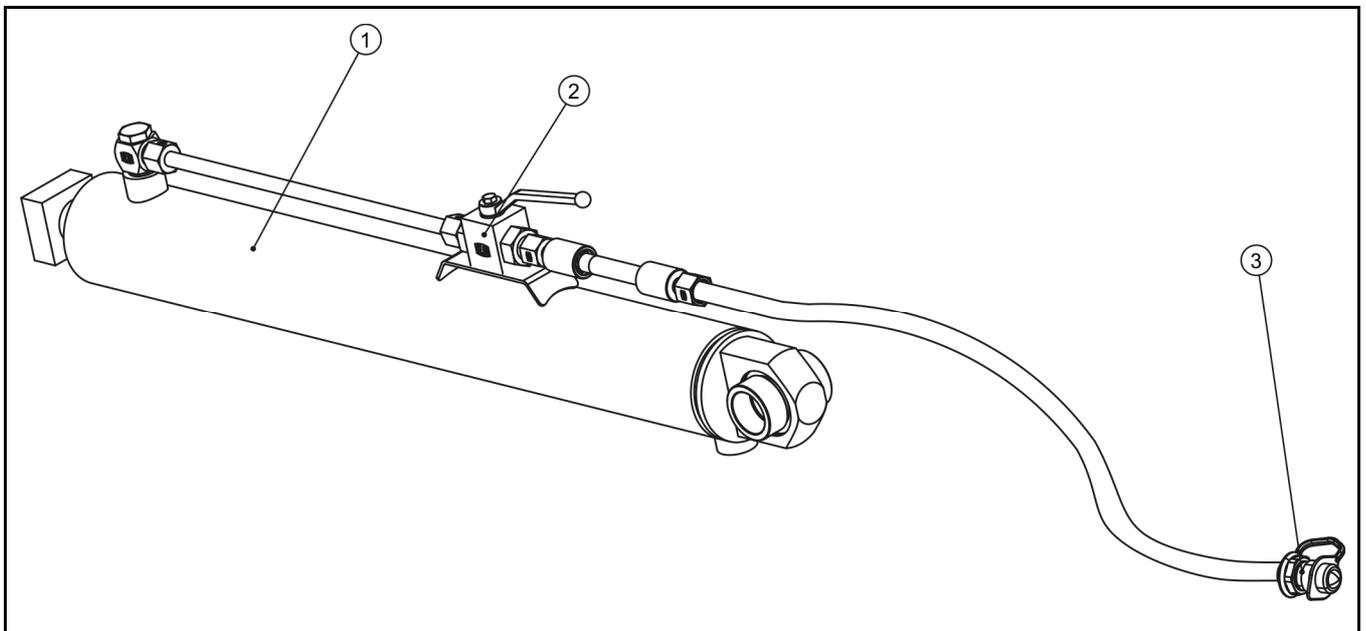

ABBILDUNG 3.5 Aufbau der Hydraulikanlage
(1) zentrales Getriebe an der Mähmaschine, (2) Getriebe für den Antrieb des Mähbalkens, (3) Zapfwelle, (4) Zapfwelle zum Ankuppeln an den Traktor, (5) Mähbalken, (6) Doppelknickgelenk
Das Hydrauliksystem (ABBILDUNG 3.5) der PDF300 / PDF300C Frontmäähmaschine dient zum Anheben und Absenken der Schneideinheit. Ein einfach wirkender Hydraulikzylinder (1) ist an der Maschine montiert. Der Zylinder wird von der externen Hydraulik des Traktors gespeist und über eine Hydraulikleitung mit einer Schnellkupplung (3) verbunden. An dem Zylinder ist ein Kugelventil (2) angebracht, um den Hydraulikzylinder in der Transportstellung zu verriegeln.